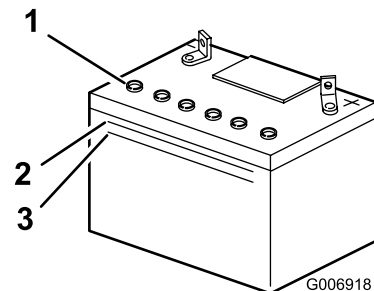

Figure 34
2. Observez le côté de la batterie. Le niveau de l'électrolyte doit atteindre le trait supérieur (Figure 34).
Remarque: Le niveau d'électrolyte ne doit pas descendre au-dessous du trait inférieur (Figure 34).
2. Enlevez les bouchons de remplissage (Figure 34).
3. Versez de l'eau distillée avec précaution dans chaque élément jusqu'à la partie inférieure du tube (Figure 34).